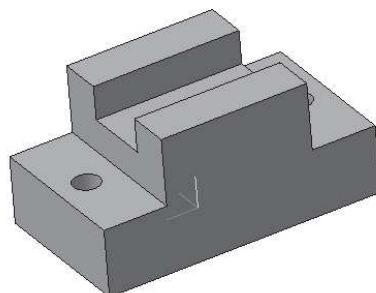

Рис. 12.17
-  – создайте объект (рис. 12.17).